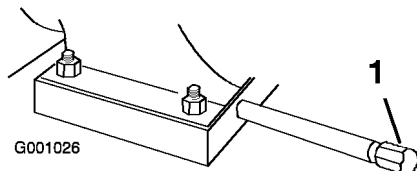

Bild 50
- Reinigen Sie den Bereich um die Ablassschraube (Bild 50).